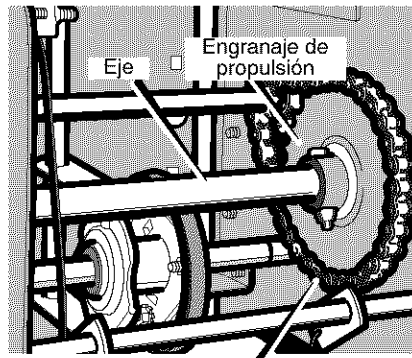

Figura 109
6. Quite los sujetadores que fijan el **engranaje de propulsión** al **eje** (consulte la Figura 109).
15. Instale la llanta izquierda, el **eje** y el **engranaje de propulsión** con los sujetadores que quitó antes. Instale la **cadena** en el **engranaje de propulsión** (consulte la Figura 109).